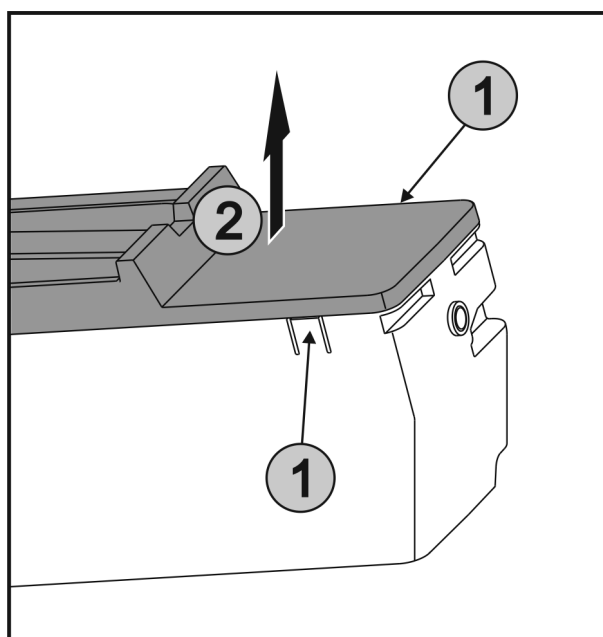

Fig. 57
- ▶ Istočasno pritisnite spono Fig. 57 (1) na obeh straneh EasyTwist-Ice in dvignite pokrov Fig. 57 (2) v smeri navzgor.